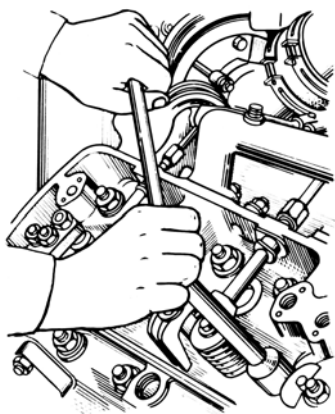

Рис. 91. Отвертывание гаек крепления головки цилиндров
- 6 Отвернуть гайки крепления головки цилиндров (рис. 91), соблюдая последовательность, обратную затяжке (рис. 60). Отворачивать гайки крепления индивидуальных головок цилиндров не менее чем за три приема:
Клапаны, пружины и детали их крепления установить на головку цилиндров и засушить клапаны, используя приспособление, изображенное на рис. 91.